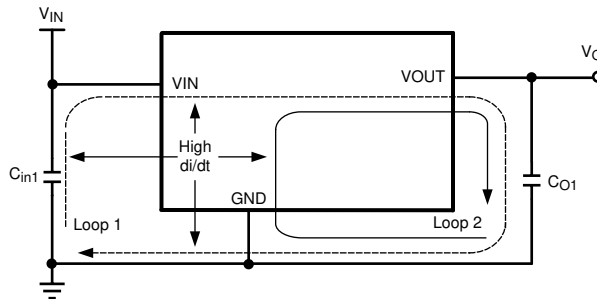

图 9-1. 尽可能减少关键电流环路
从降低 EMI 的角度来看，必须在 PCB 布局期间尽可能减小高  $di/dt$  路径，如图 9-1 中所示。不重叠的高电流环路具有高  $di/dt$ ，如果输入电容器 ( $C_{IN1}$ ) 与 LMZ22005 之间存在一定的距离，则会在输出引脚上产生可观察到的高频噪声。因此，将  $C_{IN1}$  放置在尽可能靠近 LMZ22005 VIN 和 PGND 外露焊盘的位置。这将最大限度地减小高  $di/dt$  面积并减少辐射 EMI。此外，输入电容器和输出电容器的接地都应该包含连接到 PGND 外露焊盘 (EP) 的局部顶层平面。